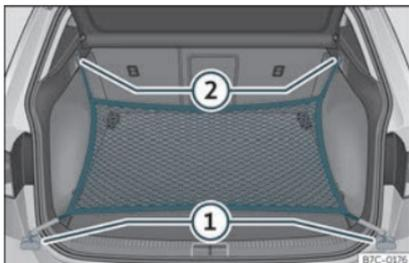

Fig. 118 Dans le coffre à bagages : œillets ① et crochets ② pour accrocher le sac pour filet.
- Fixez les crochets courts du filet aux œillets d'amarrage >>> **fig. 118** ① >>> ⚠. La fermeture à glissière du sac doit rester vers le haut.
- Fixez les rubans aux crochets pour accrocher des sacs ②.